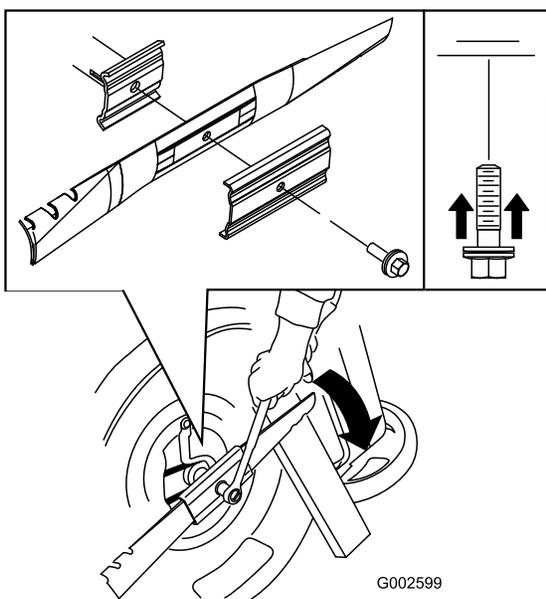

Figura 31
5. Instale a nova lâmina (rode o parafuso da lâmina no sentido dos ponteiros do relógio) e todo o equipamento de montagem (Figura 31).